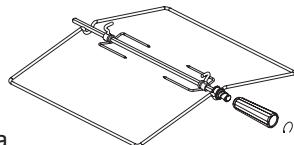
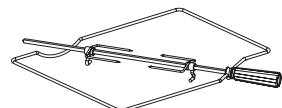

рис. 10
рис. 10.1
- Электрошкаф может комплектоваться вертелем со съемной рукояткой (рис.10). В зависимости от комфортности, электрошкафы могут комплектоваться вертелями другого исполнения (рис.10.1). При установке и извлечении вертela использовать рукоятку, которая накручивается на резьбовую втулку.